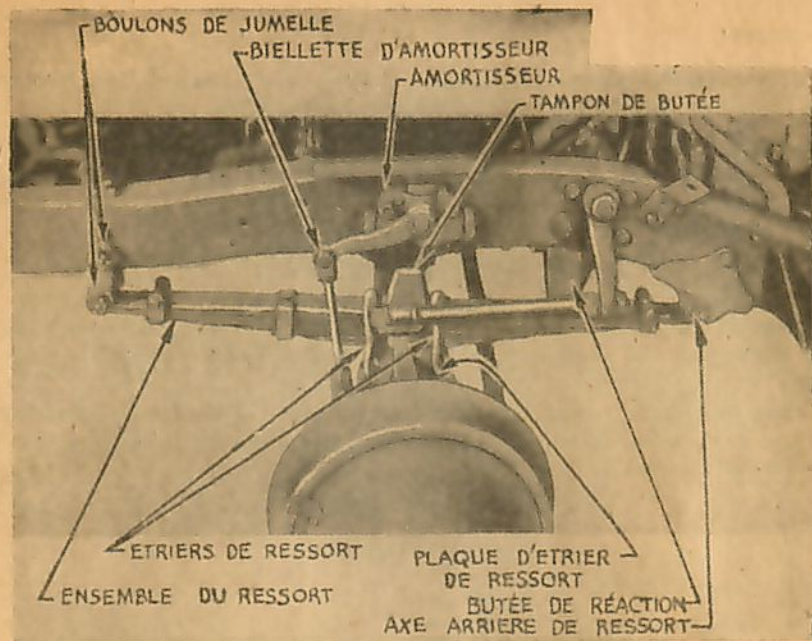

Fig. 31. — Vue de la suspension avant.
a) 3/4 T. 4 x 4 (fig. 31 et 32).
b) 1 1/2 T. 6 × 6 (fig. 31 et 34).